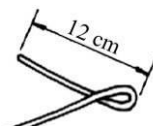

Figura 29
- c.1) Dobrar o fio de modo a formar um elo, com um prolongamento de 12 cm (Figura 29).